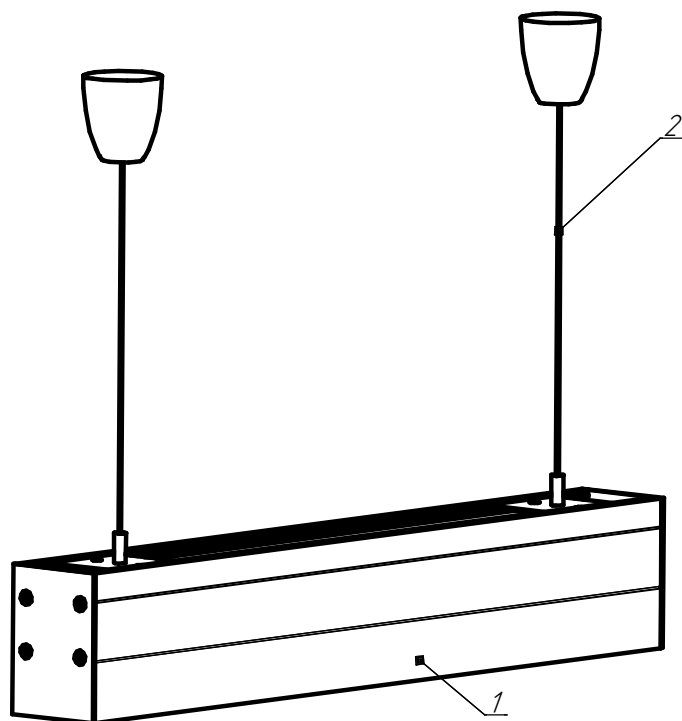

Рисунок 2 - Схема подвеса светильников
5.3. *Установка светильника на тросовый подвес (см. рисунок 2)*